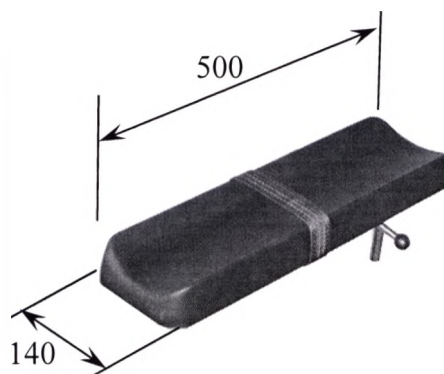

Рисунок 30 – Столик для инъекций
14.2 Столик для инъекций. Рисунок 30.